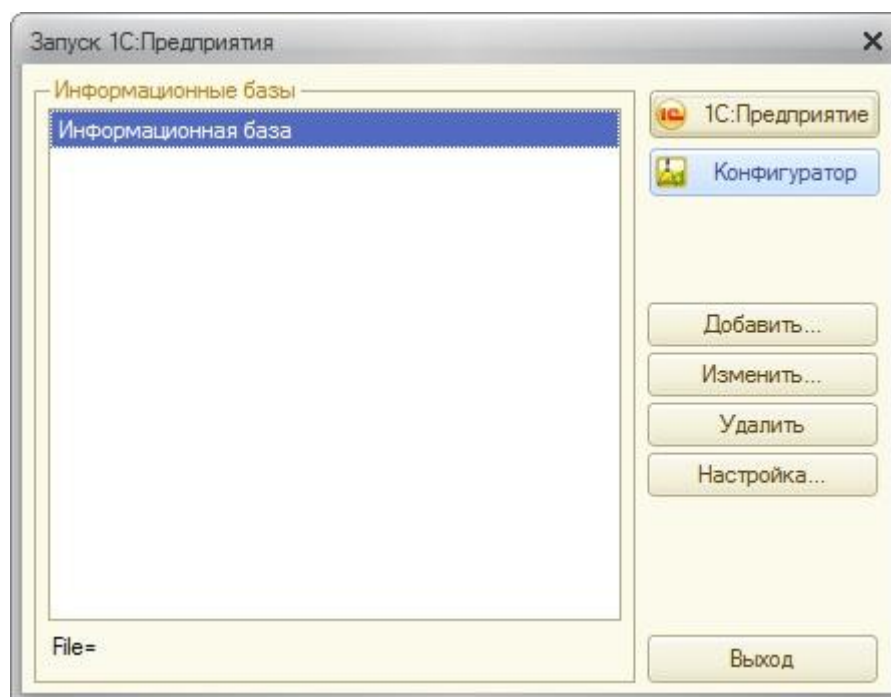

Рисунок 12 Открытие информационной базы в режиме «Конфигуратор»
- В диалоговом окне запуска 1С:Предприятие выберите созданную информационную базу. Запустите ее в режиме configurator (кнопка **«Конфигуратор»**, рис. 12).